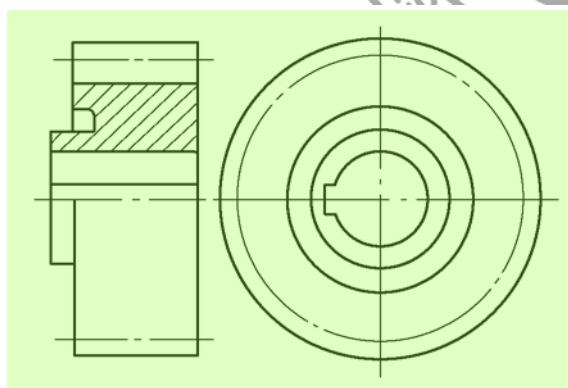
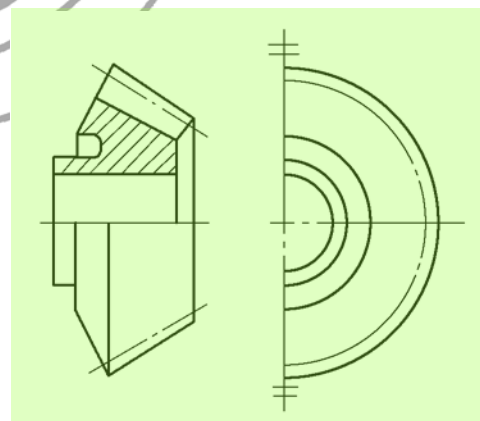

图 1 圆柱齿轮画法¹⁸
图 2 锥齿轮画法²⁰
3.1 轮齿部分一般按图 1~图 7 的规定绘制。⁷
3.2 表示齿轮、蜗轮一般用两个视图,或者用一个视图和一个局部视图(图 1~图 3)。¹¹
3.3 在剖视图中,当剖切平面通过齿轮的轴线时,轮齿一律按不剖处理(图 1、图 2、图 3、图 4、图 7)。¹²